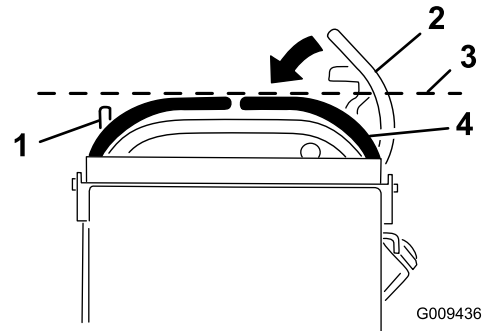

図 69
3. 右側走行コントロールレバーを、ニュートラルロック位置から運転位置へ降ろす（図 69）。
4. 右側走行コントロールレバーと左側走行コントロールレバーの水平整列状態を見る（図 69）。